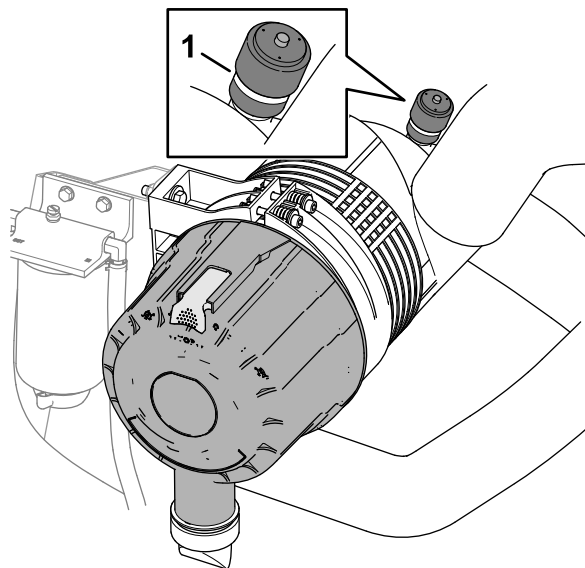

Figure 72
3. Vérifiez l'indicateur de colmatage au bout du boîtier de filtre à air (Figure 72).